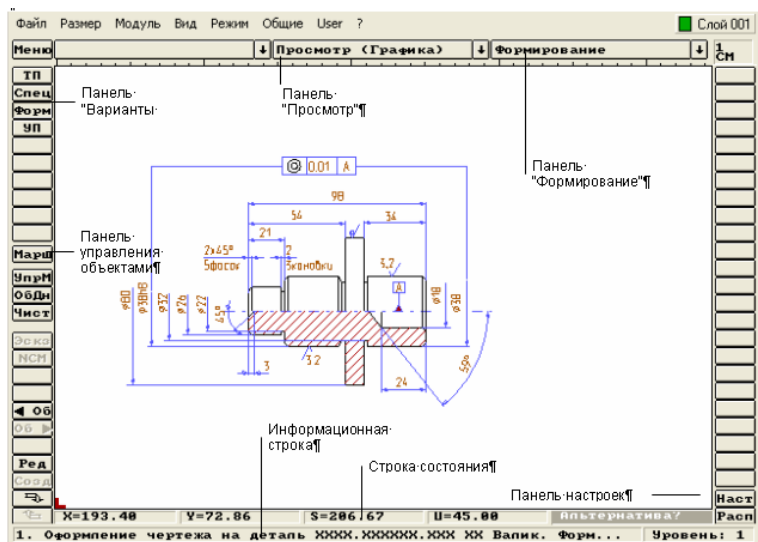

Рис. 26 Меню модуля ADEM GMD
- оформление чертежа выполните, воспользовавшись возможностями модуля ADEM GMD. Для этого установите формат листа А3 («Режим», «Формат листа», «А3», «ОК»), расположите изображение чертежа (**Гр 1**, **Перенос**) так, чтобы оно не оказалось наложенным в дальнейшем на текст тех. требований или основной надписи и войдите в модуль ADEM GMD. При этом изображение чертежа валика на рабочем поле меню модуля ADEM GMD сохранится (рис. 26).